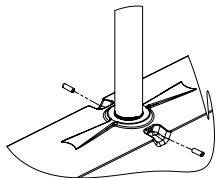

Figure 8. Détails de la vis de réglage du support du luminaire suspendu
- 6. Serrer les vis de réglage sur le boîtier du pilote, comme illustré à la figure 8. Serrer les vis de réglage à un couple de 20 po-lb (2,3 N-m).